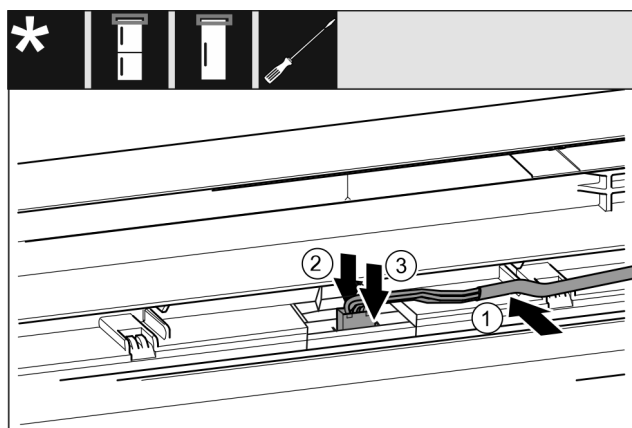

Fig. 45 制冷/冷冻组合/冰柜/冰箱*
- 将电缆 Fig. 45 (1) 置入上方冰箱门的导向装置。*
- ▶ 将止动凸缘 Fig. 45 (2) 向后按住。*
- ▶ 插入插头 Fig. 45 (3)。*